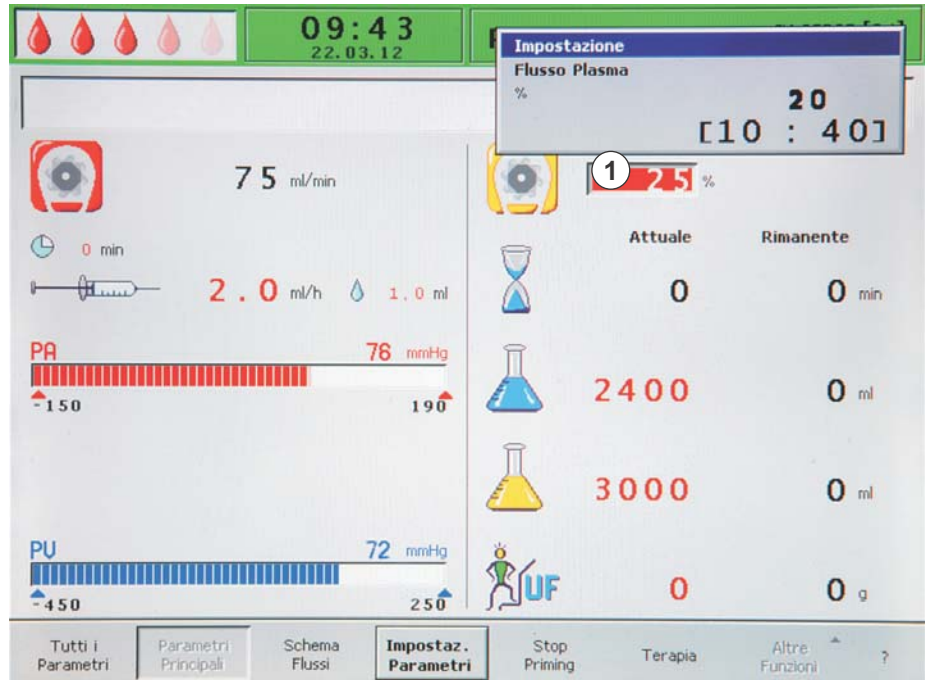

Fig. 2-19 Impostazione dei parametri nella videata *Parametri Principali*
- ☞ Il campo del parametro viene visualizzato con sfondo rosso e testo bianco (Fig. 2-19 , ①).